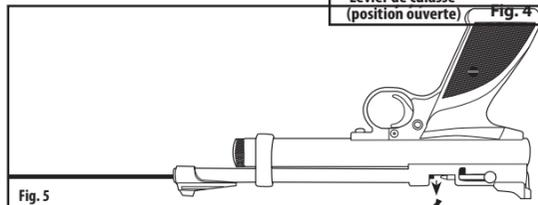

Fig. 5
3. Le verrou de culasse étant en position ouverte, insérez une baguette (vendue séparément) dans la bouche du canon et poussez délicatement le plomb coincé dans la fenêtre de chargement (à l'avant du verrou de culasse) (Fig. 5).